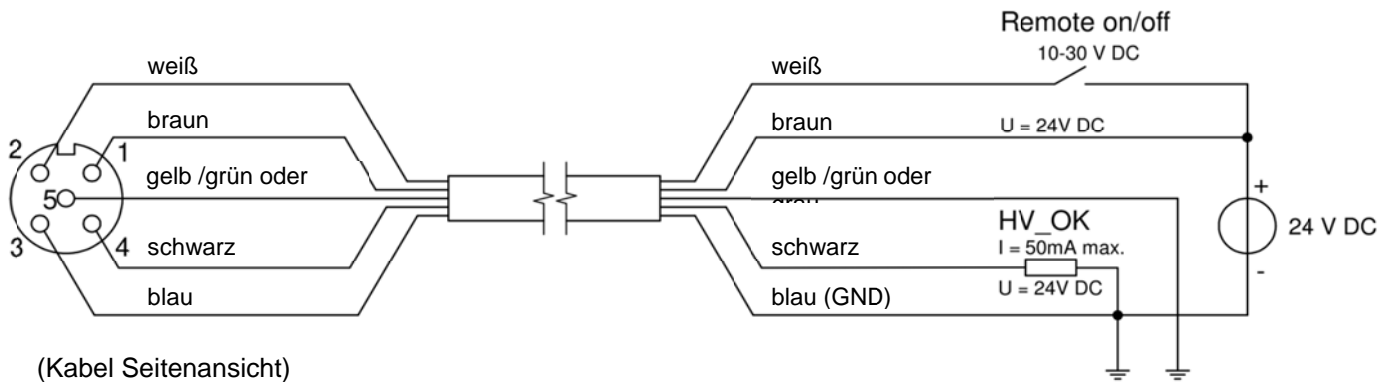

Abbildung 7: Kabelanschlüsse beim Performax IQ Easy und Performax IQ Easy Speed
- Schließen Sie die Kabel Abbildung 7 entsprechend an die Spannungsversorgung an.
Wenn der Stab ohne Manager an eine 24-Volt-Spannungsversorgung angeschlossen wird, verfügt der Stab nicht über die IQ-Funktionalität. Der Stab kann jedoch über den Kontakt des M12-Anschlusses per Remote-Funktion ein- bzw. ausgeschaltet werden und erfolgt über den entsprechenden Kontakt des M12-Anschlusses eine Rückmeldung, ob die Hochspannung aktiv ist [HS O. K.] (siehe Abbildung 7)